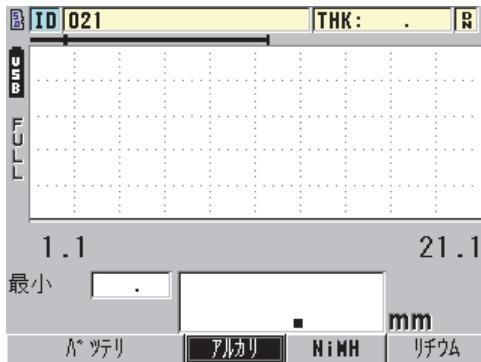

図 2-4 バッテリータイプの選択
12. 画面最下部に表示されている質問（31 ページの図 2-4 を参照）に答えるには、次のようにします。